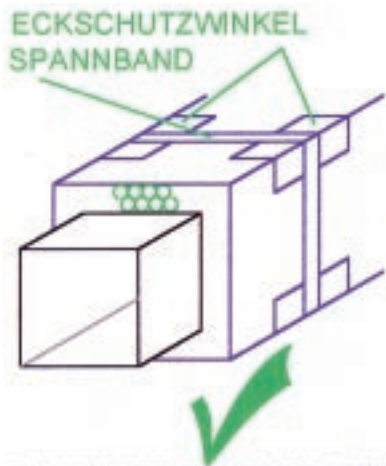

Bild 16
- Spannbändern mit Eckschutzwinkeln (Bild 16)